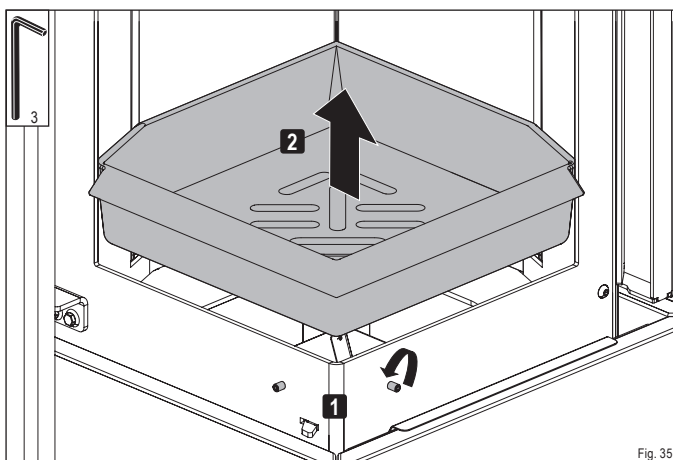

Fig. 35
- ▶ Desserrez les vis de réglage **1** et soulevez la grille foyère **2** (Fig. 35).